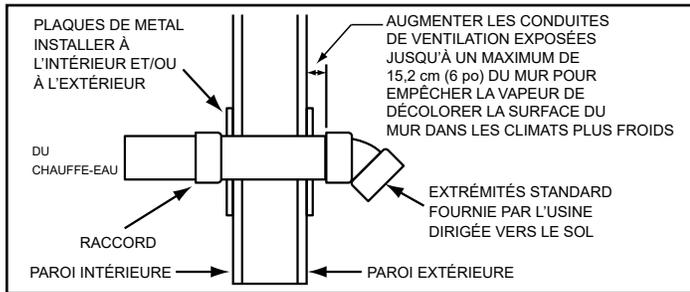

Figure 26. Installation des extrémités murales
- Couper une ou plusieurs longueurs de tuyau à installer de 8,9 cm (3,5 po) à 24,1 cm (9,5 po) plus longues que l'épaisseur du mur au niveau de l'ouverture. Voir **Figure 26** (page 28).
- En travaillant de l'extérieur, enfiler le tuyau et la ou les bouches assemblées aux étapes précédentes à travers le mur. S'assurer de diriger la ou les bouches vers le sol. Voir **Figure 26**.
- Poser un accouplement à l'extrémité du ou des tuyaux à l'intérieur du bâtiment. Avant que le mastic silicone n'ait eu le temps de prendre complètement, sortir du bâtiment et s'assurer que la ou les bouches d'évacuation sont toujours dirigées vers le sol. Voir **Figure 26**.